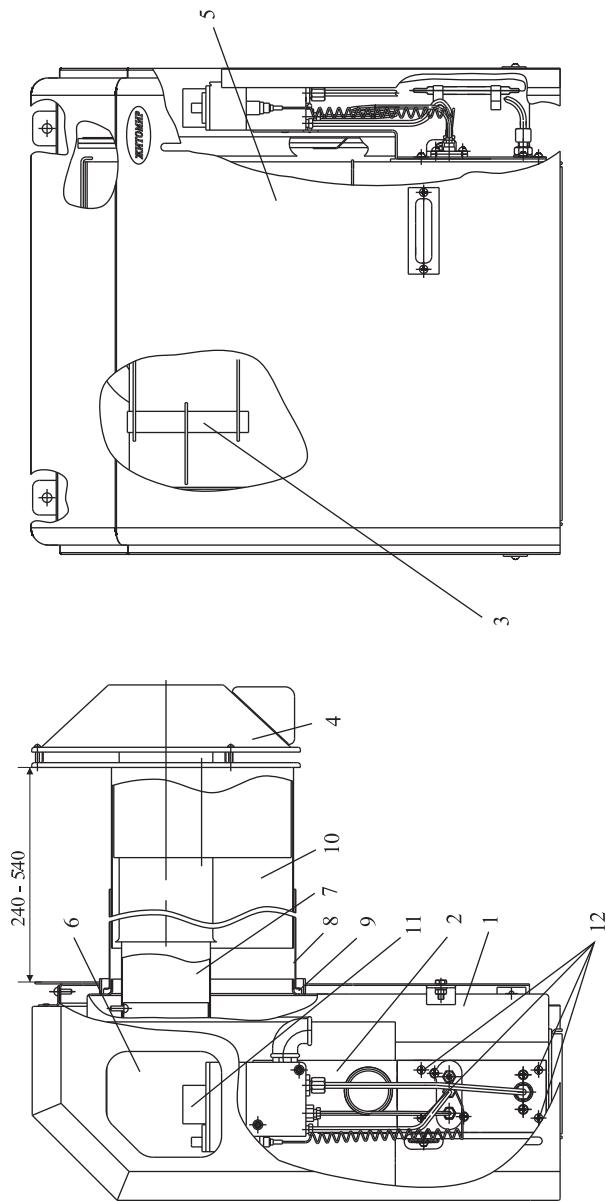

Рис. 1. Будова конвектора
5.1. Конвектор (рис.1) складається з таких основних частин: корпуса із герметичною камерою згорання, димоповітряного блоку, пристрою газопальника, кришки, що закриває верхній отвір облицювального кожуха. Для забезпечення герметичності топки конвектора між корпусом і димарем, пристроям газопальника, кришками встановлені прокладки з базальтового картону.
6.4. Установка конвектора повинна виконуватися відповідно до вимог ДБН В. 2.5-20, а також згідно таблиці 3, у такій послідовності (рис. 1,2).